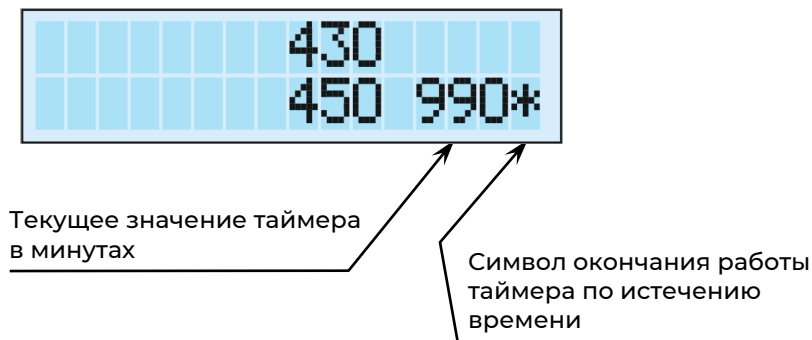

Рис. 9.2 Индикация таймера
9.3.5 Значение заданного или текущего времени таймера (мин.) отображается в правой части нижней строки (рис. 9.2).